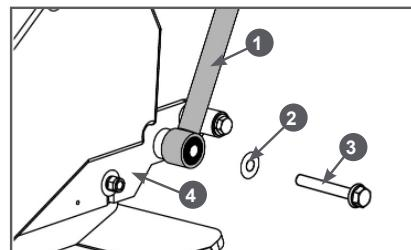

Рис. 5А Установка нижней части рабочей рукоятки
- Установите нижнюю часть 1 рабочей рукоятки на раму 4 двигателя и закрепите её болтами M12x55 (Рис. 5А).
- Совместите отверстия в нижней части 3 и верхней части 4 рабочей рукоятки и вставьте с внутренней стороны рукоятки в эти отверстия болты 1 (Рис. 5В).